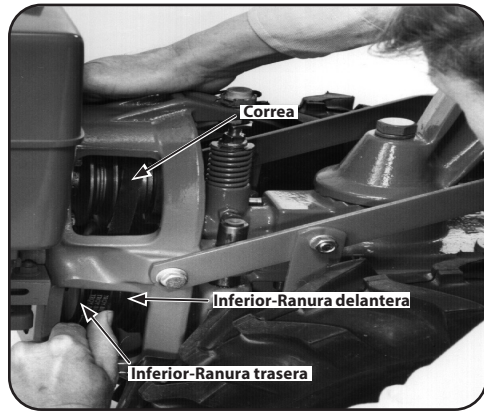

Figura 4-8
3. Arrodílese al costado izquierdo de la cultivadora. Para crear holgura en la correa extienda la mano hacia el lado derecho de las poleas y presione en el centro de la correa con el dedo. Al mismo tiempo, use la mano izquierda para pasar la correa parcialmente sobre la ranura de la polea de la transmisión inferior-delantera. Consulte la Figura 4-8.